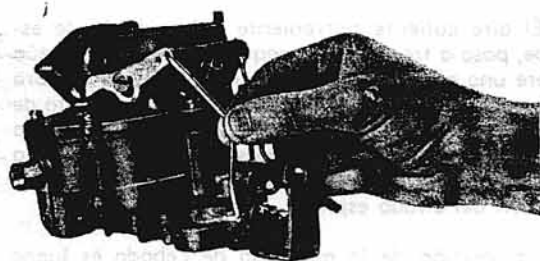

Fig. 2. - Desmontaje y montaje de la varilla de accionamiento de la bomba de aceleración.
1. Coloque el carburador en un soporte para reparación y desmonte las grampas de seguro, desconectando la varilla de accionamiento de la bomba de aceleración (Ver Fig. 2).